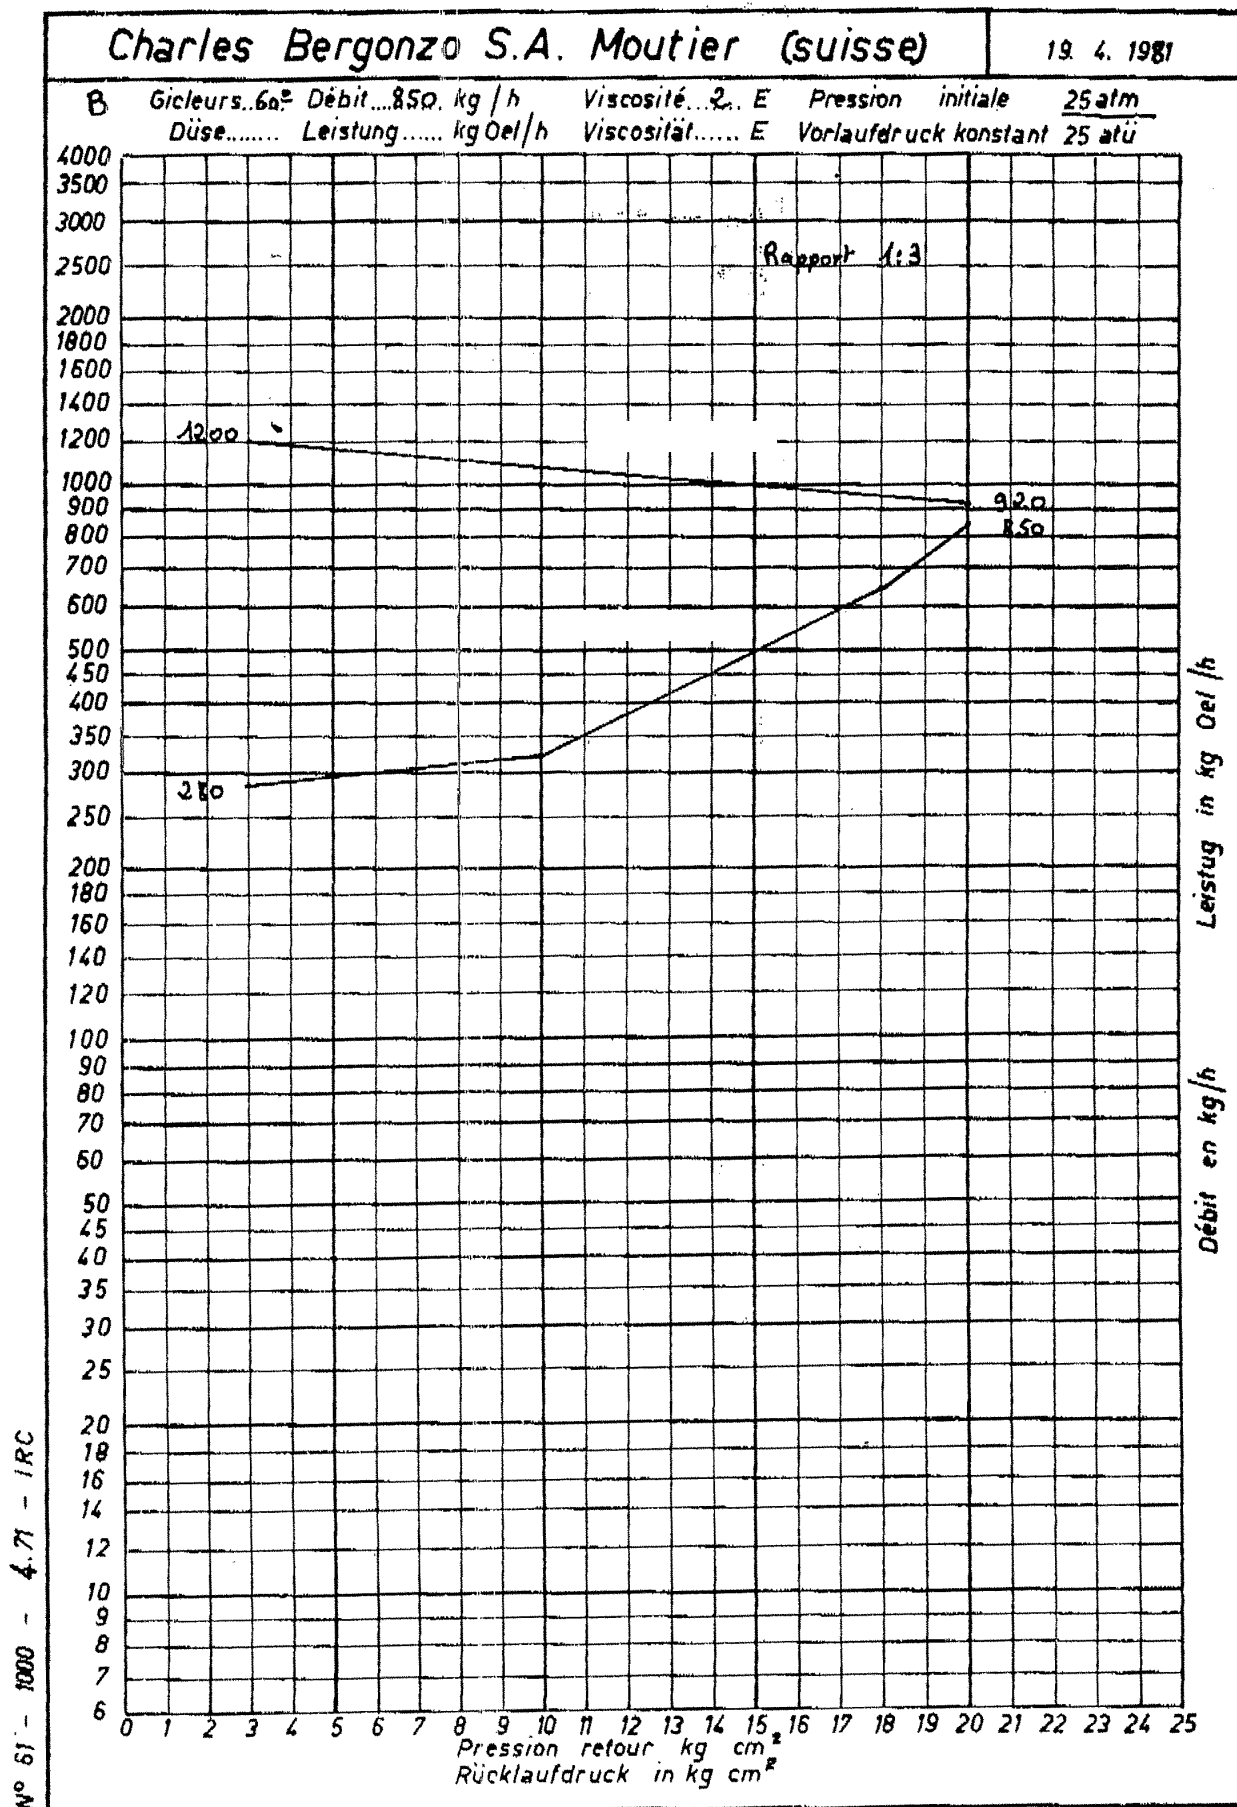
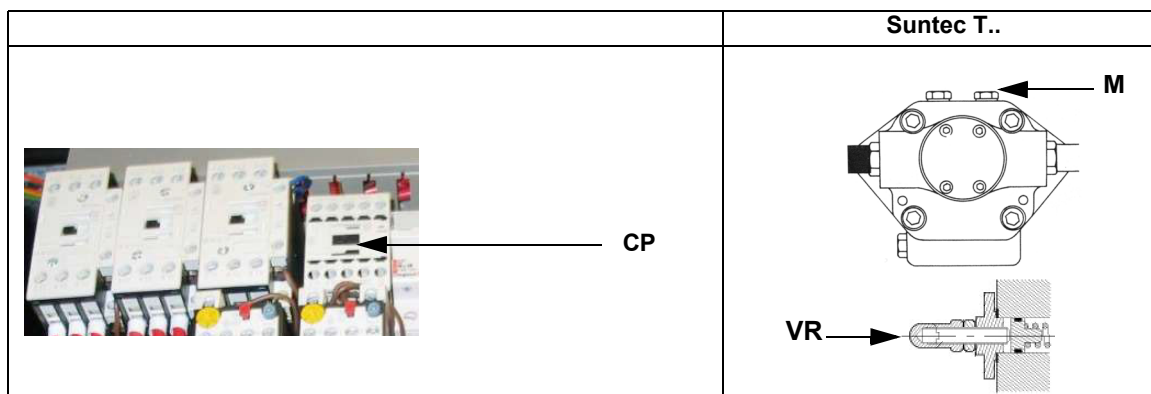

Рис. 14 - ФОРСУНКА BERGONZO - Пример с форсункой с расходом 850 кг/час
Рис. 15
- 3 выпустить воздух со штуцера (**M**) манометра насоса (Рис. 15), расслабив слегка заглушку, но не снимая ее; затем отпустить контактор;
Давление питания форсунки уже отрегулировано заранее на заводе-изготовителе и не должно изменяться. Только в случае необходимости, отрегулировать давление питания (см. соответствующий параграф) следующим образом: установить манометр в положение, указанное на Рис. 22, воздействовать на регулировочный винт **VR** насоса (см. Рис. 15) до получения на форсунке давления в 25 бар (форсунки Fluidics или форсунки Bergonzo- см. графики на Рис. 20 -Рис. 14);